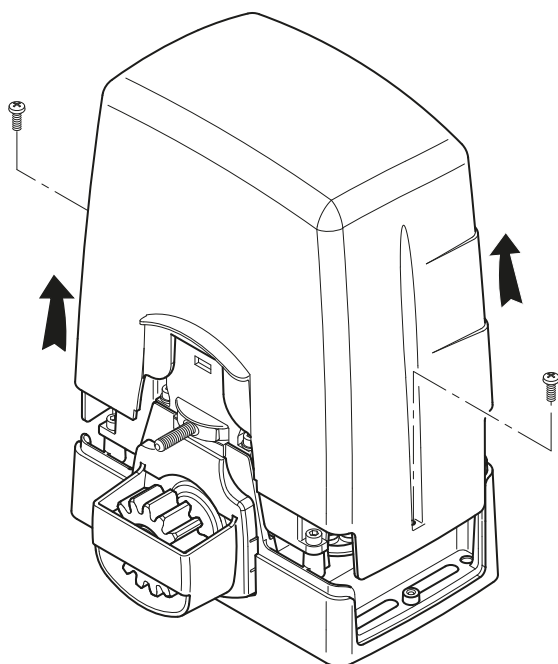
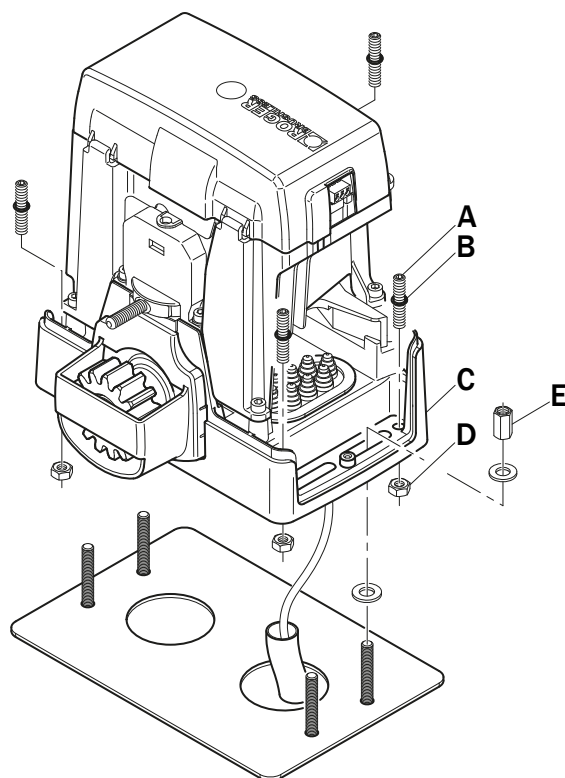

Fig. 1
Fig. 2
- Inserire gli O-Ring (B) sulle viti M8x40 (A). Inserire le viti agli angoli del motoriduttore (C) e bloccarle con i dadi M8 (D).
- Posizionare il BM30 sui 4 tiranti, come indicato in fig. 2. Se necessario, svitare i dadi della piastra di fondazione.
- Fissare i distanziali M10 (E).
- Put the O-ring (B) onto each screws M8x40 (A). Insert the screws in the gearmotor corners (C) and secure them with the nuts M8 (D).
- Fit the BM30 on the 4 anchor bolt, as shown in fig. 2. If necessary, undo the nuts on the foundation plate.
- Fit the spacer M8 (E).
- Versehen Sie die Schrauben M8x40 (A) mit O-Ringen (B). Stecken Sie die Schrauben an den Ecken des Getriebemotor (C) und schrauben Sie die Muttern M8 (D).
- Den BM30 auf die 4 Ankerbolzen aufsetzen, wie in Abb. 2 gezeigt. Falls erforderlich, die Muttern der Fundamentplatte abschrauben.
- Festziehen Sie die Abstandhalter M8 (E).
- Dévisser les vis du couvercle et le retirer en tirant vers le haut, comme indiqué dans la fig. 1. Vérifier que les six pieds de réglage ne dépassent pas de la base du motoréducteur.
- Insérer les joints O-Ring (B) sur les vis M8x40 (A). Insérer les vis dans les angles du motoréducteur (C) et les bloquer avec les écrous M8 (D).
- Positionner le BM30 sur les 4 tirants, comme indiqué dans la fig. 2. Si nécessaire, dévisser les écrous de la plaque de fondation.
- Serrer l'espaceur M8 (E).
- Desenrosque los tornillos de la tapa y quítela extrayéndola hacia arriba, como se indica en la fig. 1. Compruebe que las seis patas de ajuste no sobresalgan de la base del motorreductor.
- Colocar la juntas tóricas (B) en los tornillos M8x40 (A). Insertar los tornillos en las esquinas del motor (C) y asegurarlos con tuercas M8 (D).
- Coloque el BM30 en los 4 tirantes, como se indica en la fig. 2. Si es necesario, desenrosque las tuercas de la placa de cimentación.
- Fijar los espaciadores M8 (E).
- Desenrosque os parafusos da tampa e retire-a puxando para cima, conforme indicado na fig. 1. Controle que os seis pés de nivelamento não saiam da base do moto-reductor.
- Introduzir as juntas circulares (B) em los parafusos M8x40 (A). Introduzir os parafusos nos cantos do motorreductor (C) e prendê-los com as porcas M8 (D).
- Posicione o BM30 nos 4 tirantes, conforme indicado na fig. 2. Se necessário, desenrosque as porcas da chapa de base.
- Apertar os espaçador M8 (E).
- Per un corretto allineamento e passo tra due pezzi di cremagliera, si consiglia di utilizzare un elemento di raccordo in fase di fissaggio come indicato in fig. 1.
- Se i finecorsa sono di tipo magnetico le frecce devono essere rivolte verso il centro della cremagliera (fig. 2).
- With magnetic limit switches, the arrows must point towards the middle of the rack (fig. 2).
- Wenn die Endschalter magnetisch sind, müssen die Pfeile zum Zentrum der Zahnstange zeigen (Abb. 2).
- Si les fins de course sont de type magnétique, les flèches doivent être orientées vers le centre de la crémaillère (fig. 2).
- Si los finales de carrera son de tipo magnético las flechas tendrán que estar dirigidas hacia el centro de la cremallera (fig. 2).
- Se os fins de curso forem do tipo magnético as setas devem ser dirigidas para o centro da cremalheira (fig. 2).